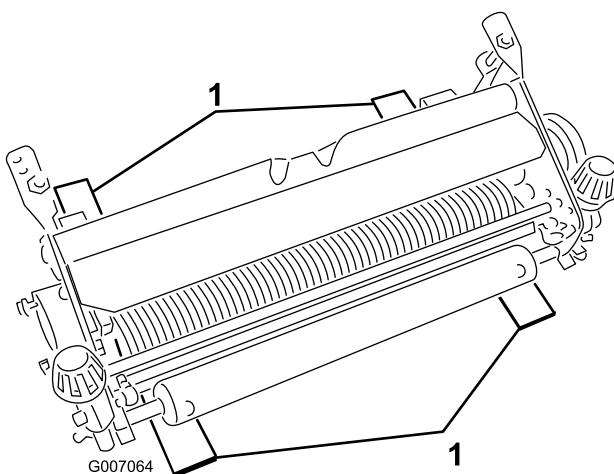

Figura 3
2. Posizionare le (4) barre di misura (alla profondità di penetrazione della lama sotto il terreno desiderata) sotto il rullo anteriore e le ruote posteriori del dispositivo antifiltro (Figura 3).